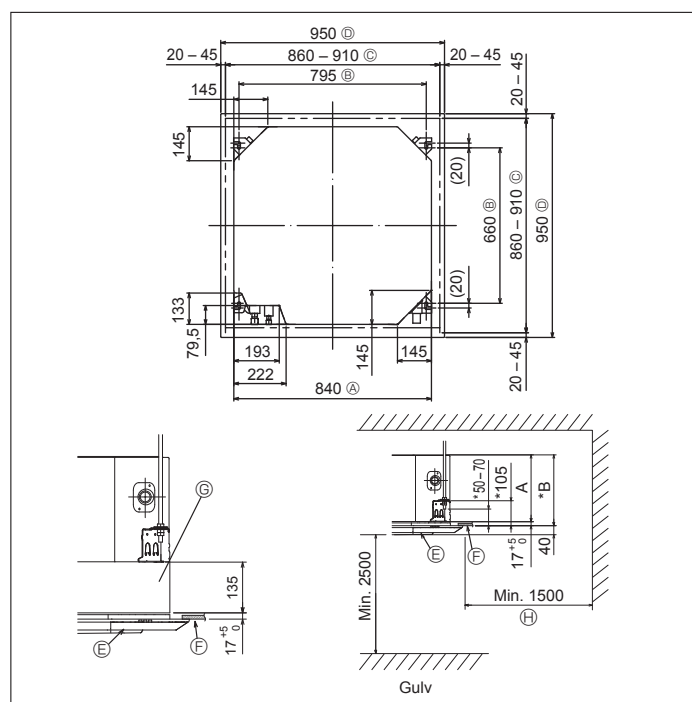

Fig. 3-2
④	Bånd (stort)	8
⑤	Bånd (lite)	1
⑥	Avløpsmuffe	1
⑦	Isolasjon	1
⑧	Kragemutter 1/4F (RP60)	1
3.2. Takåpninger og installasjonssteder for opphengsbolt (Fig. 3-2)
• Dimensjonene på takåpningen kan reguleres innenfor området vist i Fig. 3-2; så sentrer hovedenheten i åpningen i taket, mens du påser at de respektive motsatte sidene på alle sider av klaringen mellom dem blir identiske.